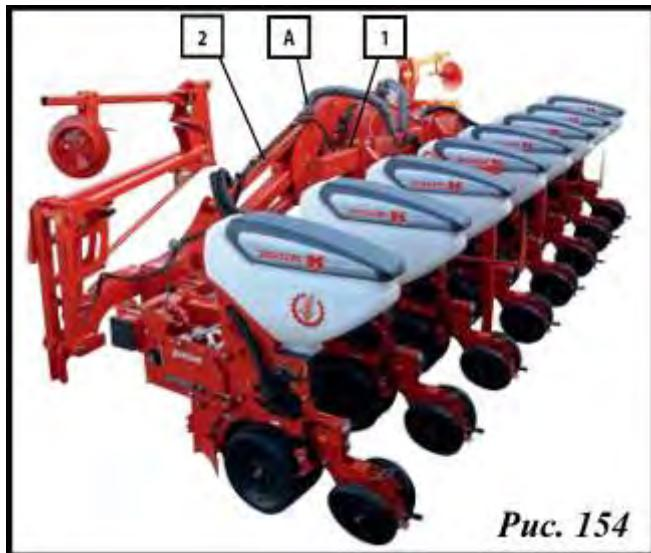

Рис. 154
ДЛЯ МОДЕЛЕЙ СЕЯЛКИ СО СКЛАДЫВАЮЩЕЙСЯ РАМОЙ ОЧИСТИТЬ ВСАСЫВАЮЩИЕ КАМЕРЫ НА ЦЕНТРАЛЬНОЙ ЧАСТИ РАМЫ (1, РИС. 154) И НА СКЛАДЫВАЮЩИХСЯ ЧАСТЯХ (2, РИС. 154), ПРИ ЭТОМ СЕЯЛКА ДОЛЖНА БЫТЬ РАЗЛОЖЕНА (РИС. 154).
- 1 - Снять воздуховод, который соединяет всасывающую камеру на центральной и складывающейся части рамы (A, рис. 154 или 156).